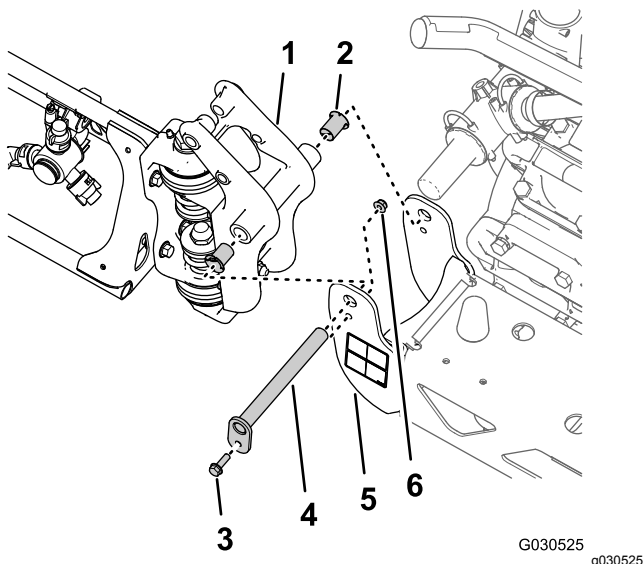

图42
1. 拧下将枢轴销固定至枢轴支架的凸缘螺栓5/16 x 1 英寸和凸缘锁紧螺母5/16 英寸 图42。
2. 从中间喷洒段的枢轴支架和外侧喷洒段的枢轴接头中拆下枢轴销 图42。
3. 将外侧喷洒段与中间喷洒段分开然后从机器中取出外侧喷洒段 图42。
4. 拆下外侧喷洒段枢轴接头上的 2 个尼龙凸缘轴套 图42。